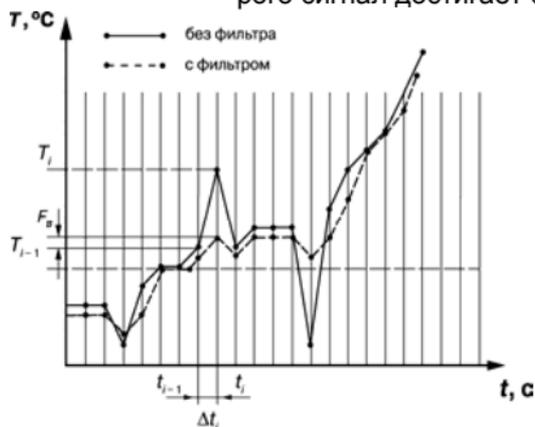

Рисунок 3.3
3.2.4.2 Во-первых, фильтр устраняет сильные единичные помехи (см. рисунок 3.3).
Если измеренное значение  $T_i$  отличается от предыдущего  $T_{i-1}$  на величину, большую, чем значение параметра  $F_v$  (заданная «полоса фильтра»), то прибор присваивает ему значение равное  $T_{i-1} + F_v$  (рисунок 3.3), полоса фильтра удваивается. Таким образом характеристика сглаживается. Как видно из рисунка 3.3, малая ширина полосы фильтра приводит к замедлению реакции прибора на быстрое изменение входной величины. Поэтому при низком уровне помех или при работе с быстроменяющимися процессами рекомендуется увеличить значение полосы фильтра или отключить действие этого параметра. При работе в условиях сильных помех для устранения их влияния на работу прибора необходимо уменьшить значение в параметре «**полоса фильтра**».